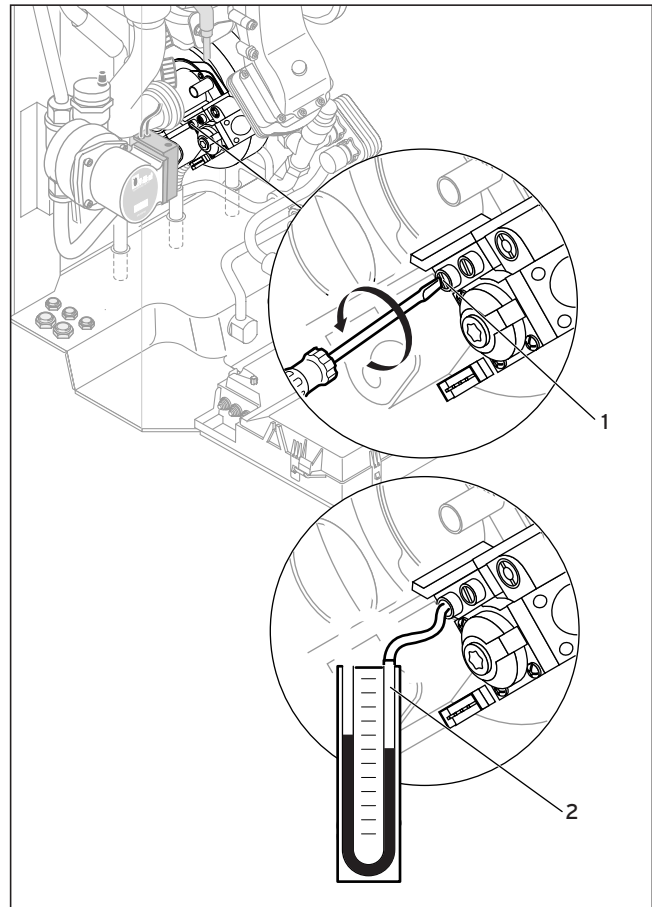

Fig. 6.4 Esecuzione della misurazione CO₂
- Rimuovere il manometro con tubo ad U e riavvitare la vite di tenuta (1).
- Misurare il tenore di CO₂ al punto di controllo gas di scarico (3) (fig. 6.4). Confrontare il valore constatato con quello indicato nella tabella 6.3.
- Nel caso fosse necessaria una regolazione del valore dei gas di scarico, svitare la vite (4) e ruotare in avanti di 90° il tubo di aspirazione aria (5) (fig. 6.4). Non staccare il tubo di aspirazione aria!